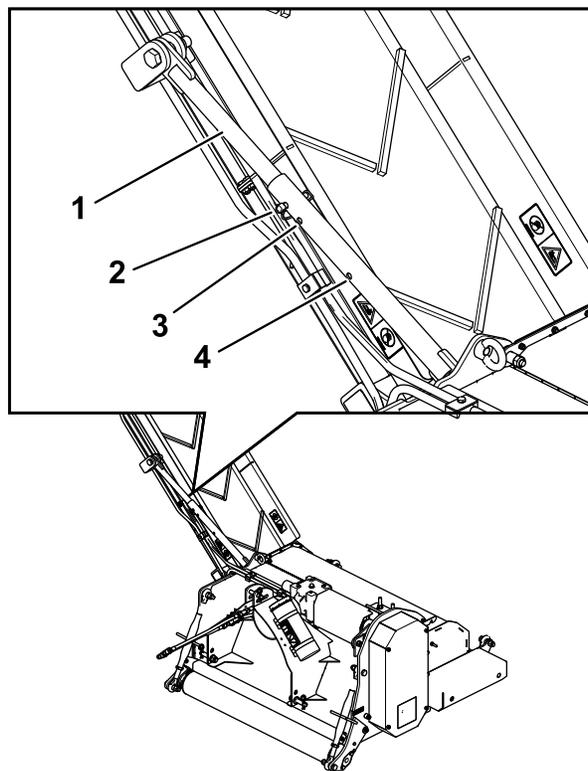

Figure 22
6. Réglez le transporteur de levage et fixez le bras à la position voulue (Figure 22).